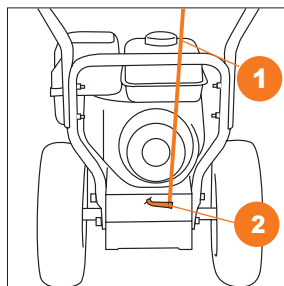

Рис. 16
- Присоедините штангу рычага выбора передач 1 к кронштейну привода 2 расположенного в нижней части снегоуборочной машины и зафиксируйте шплинтом (Рис. 16).